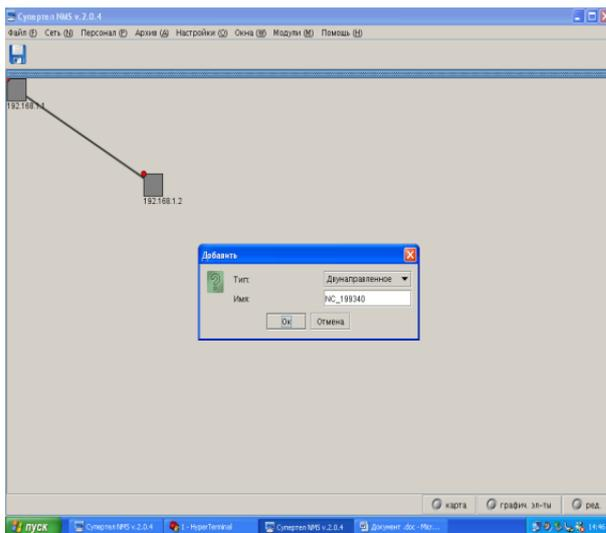

Рис. 30
17. В окне «Добавить» выбрать тип «Двунаправленное», имя – «NC\_199340», нажать «ОК» (рис. 30).